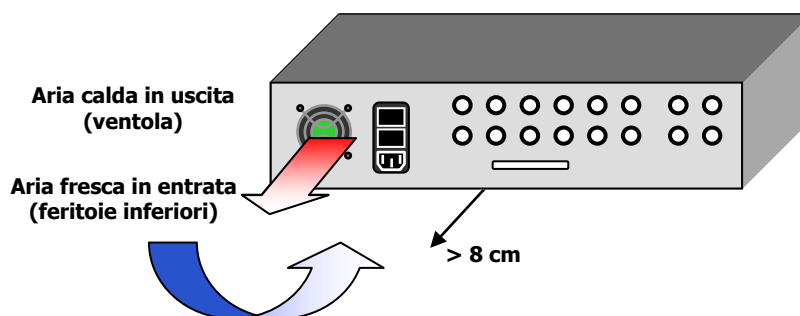

FIG. 4: Flusso d'aria di raffreddamento dell'amplificatore AnEMG12 e spazio libero minimo sul retro
- Non ostruire la griglia della ventola (FIG. 4)